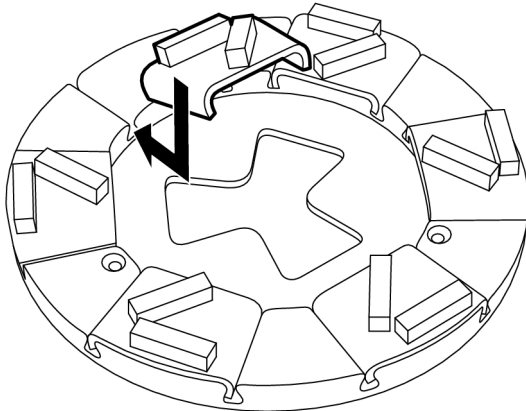

Figura 4-13. Montagem da ferramenta de lixagem
1. Insira a ferramenta de lixagem na ranhura do porta-ferramenta, obliquamente de cima para baixo, ver Figura 4-13, página 25. Enfie depois totalmente a ferramenta na ranhura de guia.
2. Insira a nova ferramenta de lixagem na ranhura de guia do porta-ferramenta, obliquamente de cima para baixo, veja Figura 4-13, página 25. Enfie depois totalmente a ferramenta na ranhura de guia.
3. Montar a ferramenta pretendida na máquina, ver Figura 4-13, página 25.